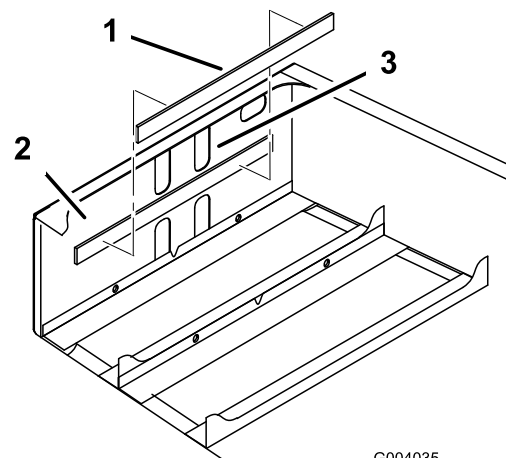

**Figura 4**
2. Instale las almohadillas de la bandeja de la batería en el bastidor trasero, según se muestra en Figura 4.